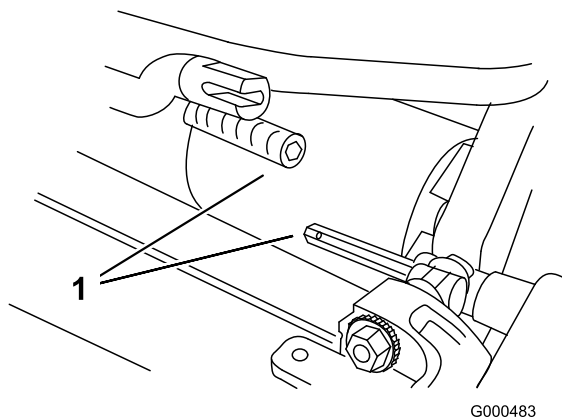

Figura 4
3. Empurre a unidade de corte para baixo da unidade de tração e para a esquerda para engatar a união da transmissão (Figura 4).